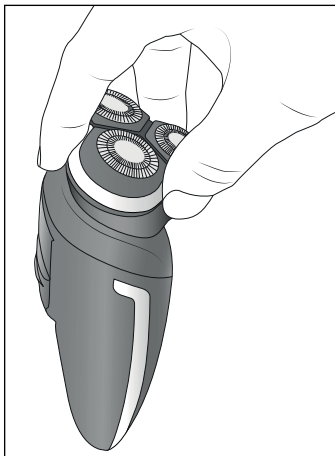

Fig. 2
- 1) Agarre la unidad de cuchillas **2** con tres dedos por las superficies de agarre **3** y tire de ella para extraerla (consulte la fig. 2).